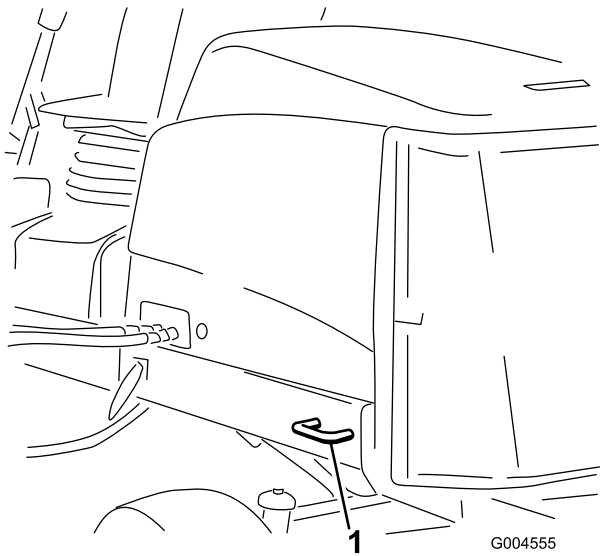

Figure 71
- Arrière – chaque côté de la machine sur le cadre arrière (Figure 71)